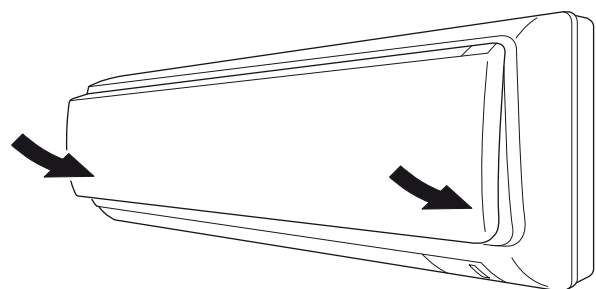

Abb. 19-1
- (6) Drücken Sie die untere rechte und linke Ecke des Vorderer Deckel hinein, um ihn am Innenraumgerät zu befestigen (Abb. 19-1).